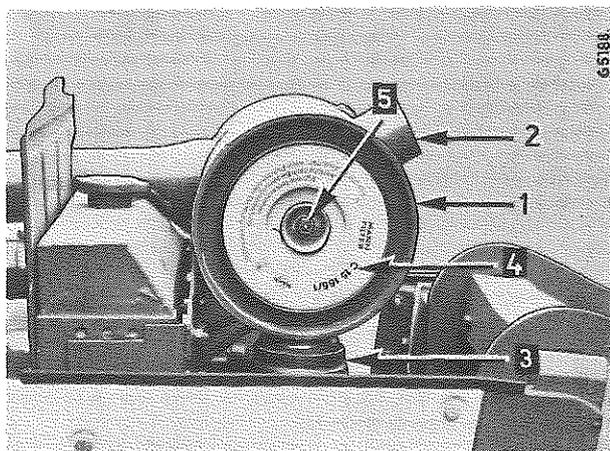

Figure 68
Le vide-poussière (3) Fig. 68 élimine automatiquement la saleté accumulée dans le filtre à air.